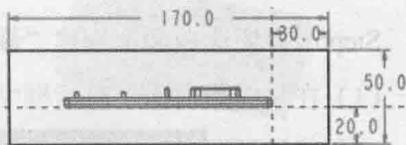

图 1.3 截面草图
(1) 在弹出的菜单管理器中选择  Solid (实体) \rightarrow  Protrusion (伸出项) 命令, 在弹出的菜单中选择  Extrude (拉伸) \rightarrow  Solid (实体) \rightarrow  Done (完成) 命令, 此时系统弹出“拉伸”操控板。
(2) 创建实体拉伸特征。
① 定义草绘截面放置属性。在绘图区中右击, 从系统弹出的快捷菜单中, 选择  定义内部草绘 命令。系统弹出“草绘”对话框, 然后选择参照模型 MOLD_RIGHT 基准平面作为草绘平面, 选取 MAIN_PARTING_PLN 平面为参照平面, 方向为  顶, 单击  草绘 按钮, 至此系统进入截面草绘环境。
② 进入截面草绘环境后, 选取 MAIN_PARTING_PLN 基准平面和 MOLD_FRONT 基准平面为草绘参照, 绘制图 1.3 所示的截面草图。完成截面草图绘制后, 单击工具栏中的“完成”按钮 。